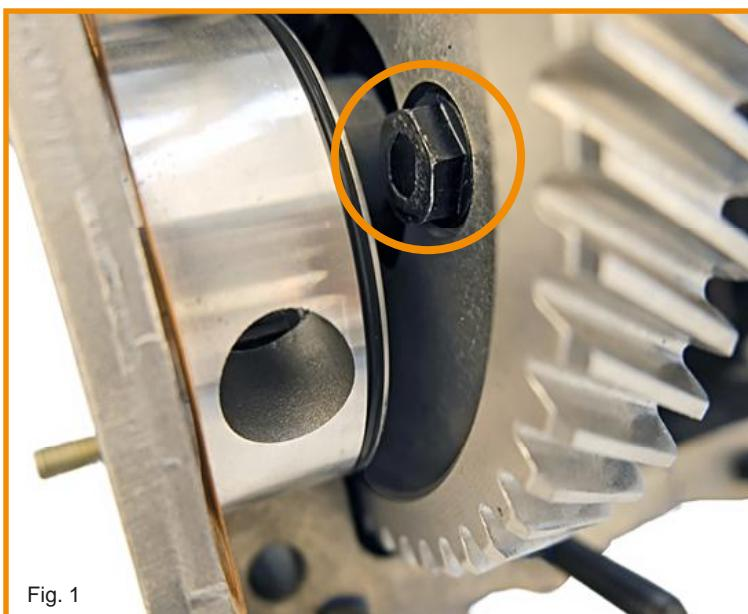

Fig. 1
- If the screw touches the pump, the screws must be removed and shortened. (Fig. 1)
- Sollten die Schraubenköpfe die Pumpe berühren müssen die Schrauben demontiert und gekürzt werden. (Fig. 1)